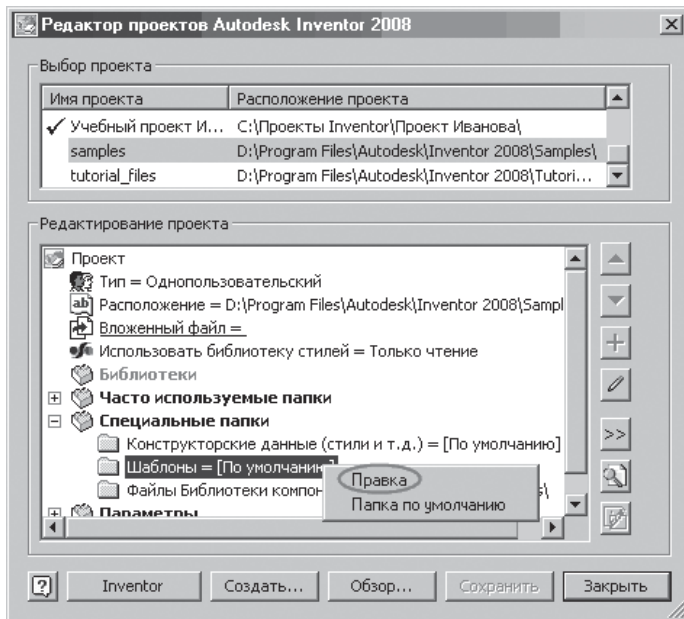

Рис. 1.10
2. Откройте список **Специальные папки**, расположенный в нижней части диалогового окна **Редактор проектов Inventor** на панели **Редактирование проекта** (рис. 1.10).